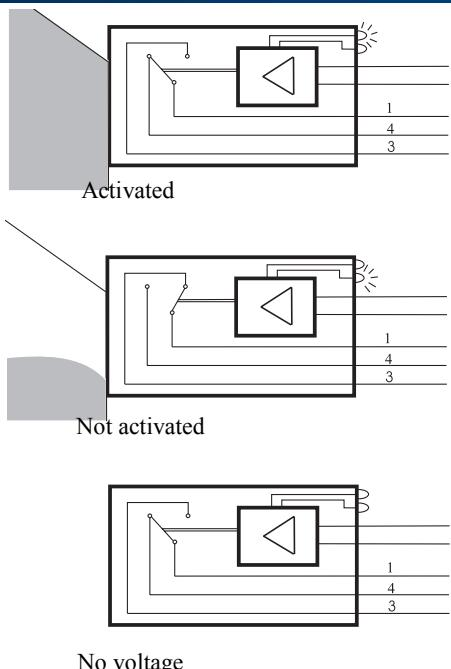
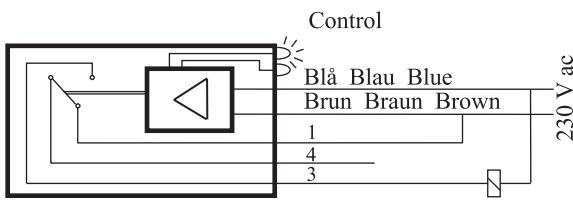

Fig. 1
Fig. 2
Fig. 2 toont een transportsysteem, waarbij de toevoer zou moeten stoppen als de materie zich accumuleert. In dit geval wordt DOL 21R geactiveerd die de spiraalmotor afzet via draden 1 en 3. Wanneer de schakelaar weer vrij is, start de motor opnieuw.
**Funcionamiento:** Cuando el sensor está activado por el grano, pienso, etc., el relé cambia de posición. Cuando la activación cesa, el relé vuelve a su estado original. Ver Fig. 1.
**Instalación mecánica:** Al menos 10 mm de la cabeza del sensor han de estar libres. Utilizar un presaestopas PG 36 para sujetar el sensor. Ver Fig. 2.
**Instalación eléctrica:** Ver Fig. 2. Tensión 230 V ac. Fase al hilo marrón y neutro al azul. Conectar el mando (contactor, luz, etc.) en serie con los contactos del relé (Fig. 1). Fusible máx. 6,3 A.
En la Fig. 2 se ve un transportador, el cual debe pararse cuando se acumula el material. En este caso el DOL 21R está activado y para el motor dedicante los hilos 1 y 3. Cuando el sensor queda libre, el motor arranca de nuevo.